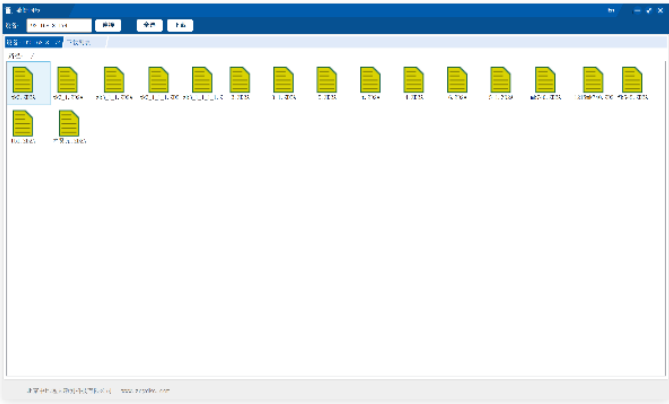

图 3.5 文件路径
3). 下载前请设置下载路径和文件夹，显示查看浏览数据文件，；如图 3.5 所示。